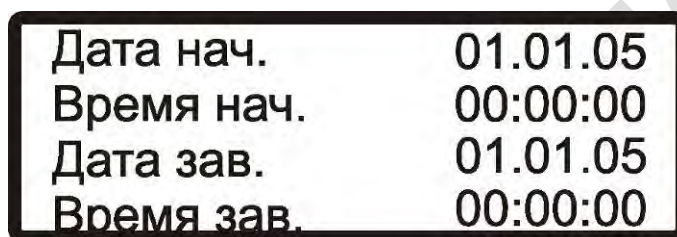

Рисунок 34- Период измерения
3. Ввод периода регистрации измерений (рисунок 34) – вводится дата начала, время начала, дата завершения и время завершения регистрации измерений. Навигация курсора вверх, вниз, влево и вправо осуществляется соответствующими клавишами. Ввод значений – цифровыми клавишами.
Если до начала регистрации остается более 5 минут (с момента включения режима измерений по таймеру), регистратор через 2 минуты перейдет в дежурный режим (рисунок 35). Автоматический выход из дежурного режима произойдет за несколько минут до наступления введенных даты и времени начала регистрации (рисунок 34).